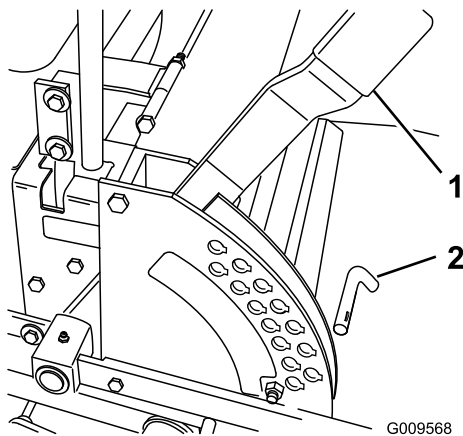

Figura 18
1. Levante la palanca de ajuste de la altura de corte a la posición de transporte, que es también la posición de altura de corte de 5 pulgadas (127 mm) (Figura 18).
2. Para ajustar la altura de corte, retire el pasador del soporte de altura de corte (Figura 18).
3. Seleccione el taladro del soporte de altura de corte que corresponde a la altura de corte deseada, e inserte el pasador (Figura 18).